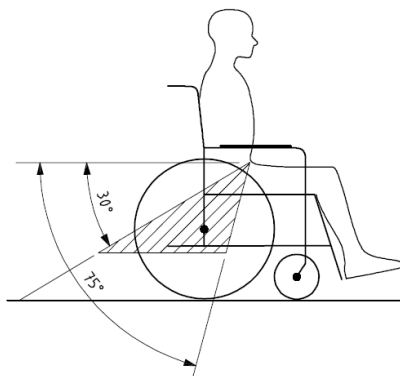

Figura 27
- Si consiglia di utilizzare la cintura di sicurezza pelvica lungo la parte frontale della zona pelvica, in modo che l'angolo della cintura sia compreso tra 30° e 75° rispetto all'orizzontale, come indicato in Figura 27; un angolo maggiore, sempre nel range previsto, è preferibile.